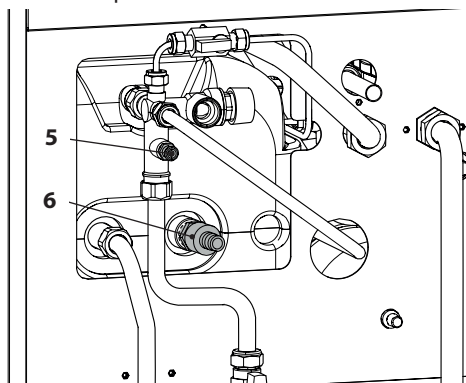

Figura 9.10
- Allentare il rubinetto di scarico acqua sanitaria del bollitore 6 e quello di svuotamento del circuito sanitario 5 in Figura 9.10 e scaricare l'acqua del circuito sanitario.